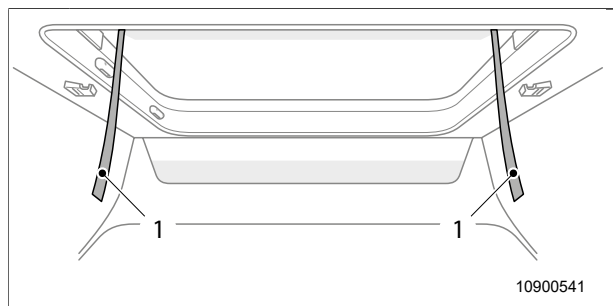

Bild 43 Stänga det uppfällbara taket
7. Dra ned det uppfällbara taket långsamt och lika mycket med båda remmarna (Bild 43, pos. 1).